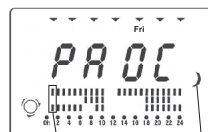

fig. 16
- Funcționare în modul „Eco” Marți de la ora 0:00 până la ora 01:00 dimineață (fig.16)